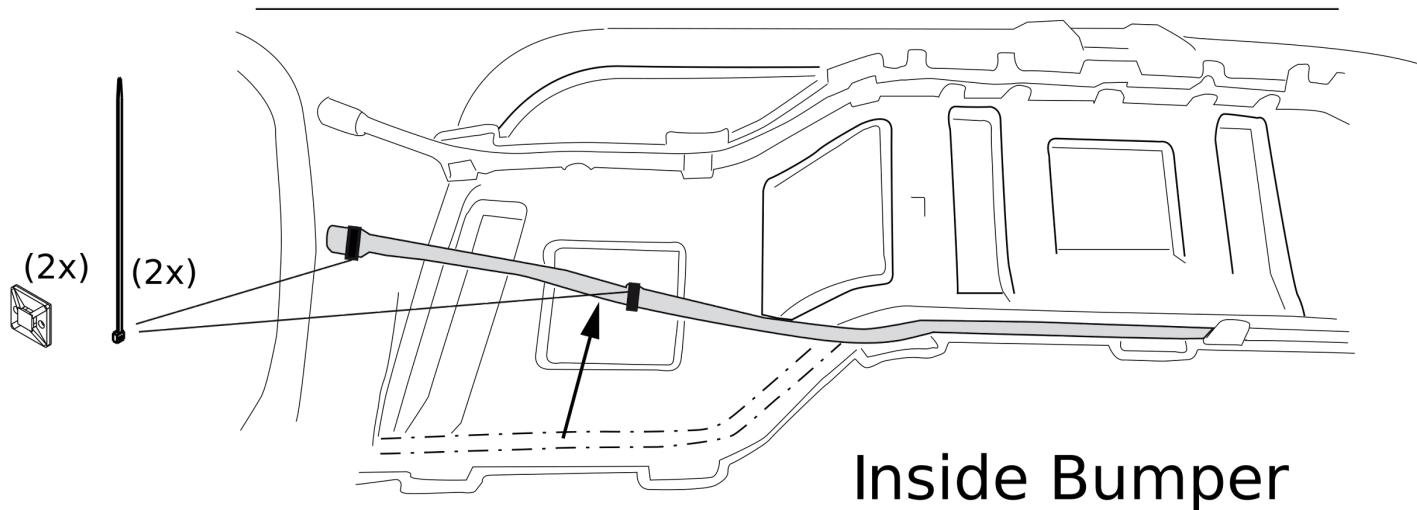

Fig. 2
11. C5 Aircross: Переместите датчик если имеется. См. рисунок 2.